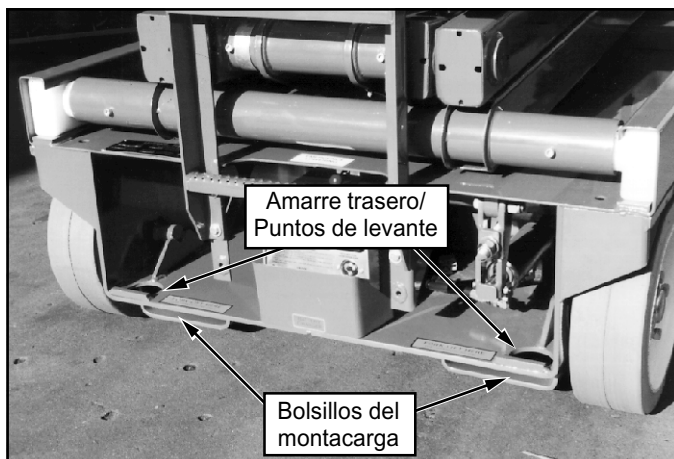

Figura 5: Amarres traseros, puntos de levante
1. Fijar las correas a las orejetas para izar del chasis solamente (Figura 5 y 6).
2. Sujetar la plataforma de trabajo al vehículo de transporte con cadenas o correas de la capacidad de carga adecuada sujetas a las orejetas de amarre del chasis (Figura 5 y 6).